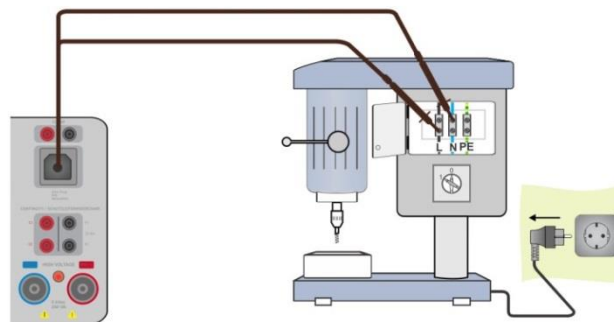

Abbildung 6.149: Messung Entladezeit
- › Verbinden Sie das Restspannungskabel mit dem Instrument und mit dem zu prüfenden Gerät (DUT), siehe **Abbildung 6.149**.